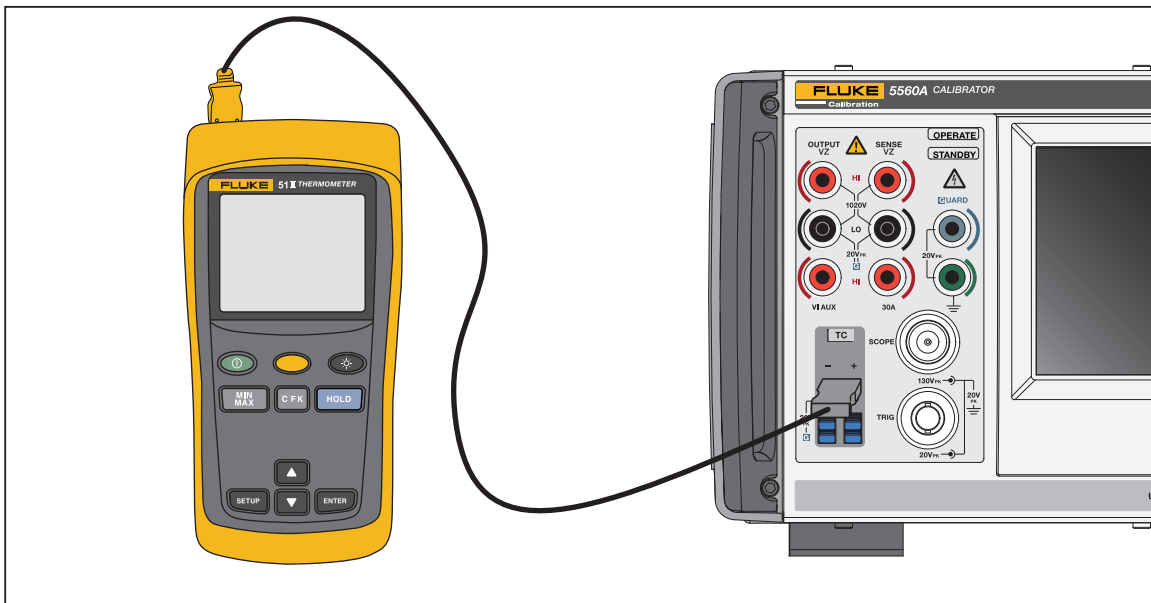

图 14. 用于测试 50 系列温度计的电缆连接
1. 利用合适的连接电缆将 Fluke 51 型温度计连接至校准器（图 14）。连接电缆和小型插头的材料必须与热电偶的类型相匹配。例如，如果测试 K 型热电偶，则电缆和小型插头必须适合 K 型热电偶。
对于图 14，连接线必须与热电偶类型匹配（例如 K 型、J 型）。
2. 确保校准器处于待机模式，然后如图 14 所示将 DUT 连接至校准器。在拆下 DUT 顶壳的情况下进行连接时，确保热电偶的宽叶片与顶壳通常允许的方向相同。